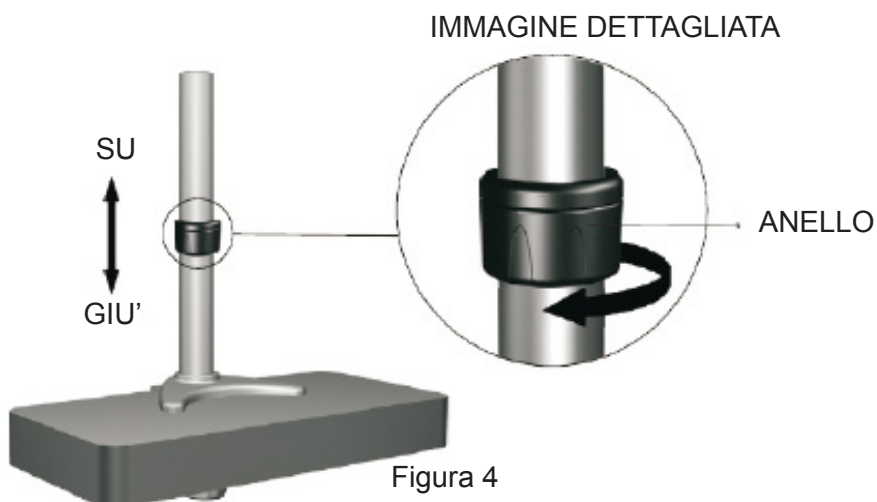

Figura 4
3. Posizionare l'anello all'altezza desiderata, sarà necessario allentare l'anello come mostrato. Stringere con le mani fino a che sarà fissato in modo sicuro. (vedere figura 4)